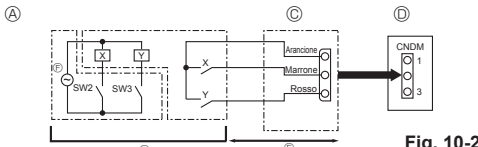

Fig. 10-2
10.2. Funzione a richiesta (modifica in loco) (Fig. 10-2)